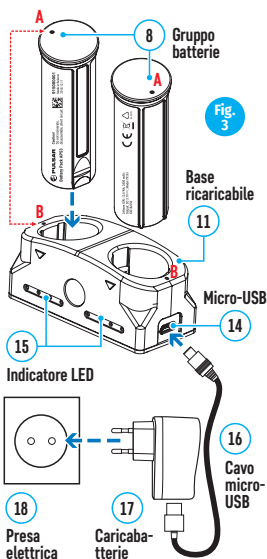

Fig. 3
- Inserire la batteria ricaricabile APS2* (8) fornita con l'unità o acquistata separatamente, completamente lungo la guida nello slot del caricabatterie APS (13) (vedi fig. 3).
- Attaccare il connettore microUSB sul cavo USB (16) al connettore microUSB sul dispositivo di rete (17). Inserire il dispositivo in una presa elettrica da 100-240V (18).
- Collegare il secondo connettore micro-USB alla presa (14) del caricatore di rete (13).
- L'indicatore LED (15) mostra lo stato di carica della batteria (vedi tabella).